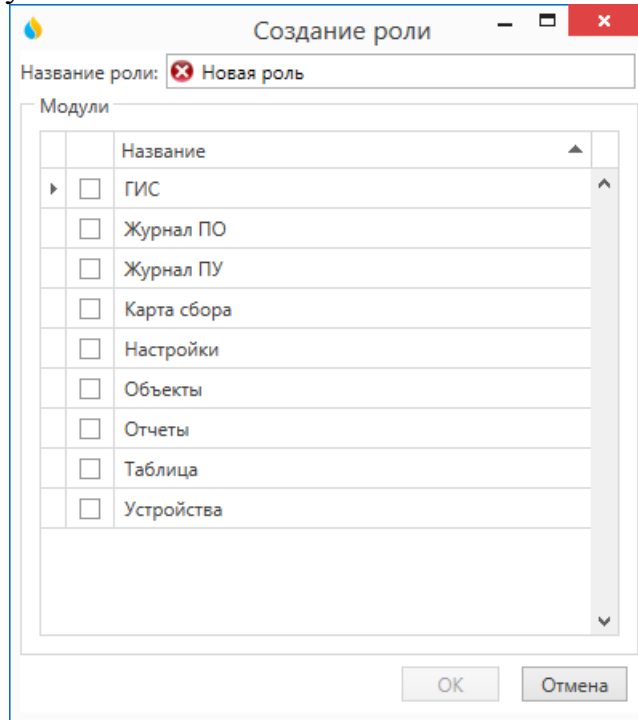

Рис. 28 Окно «Создание роли»
- в открывшемся окне «Создание роли» (рис. 28) ввести имя роли и галочками отметить функциональные блоки, доступ к которым разрешен пользователям;